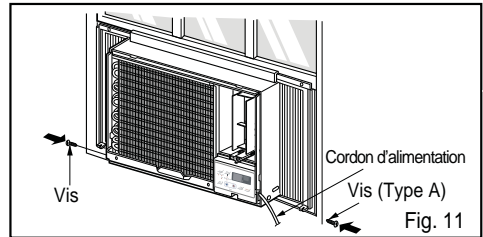

Fig. 11
5. Faites glisser l'unité dans le boîtier. (Voir Fig. 11)